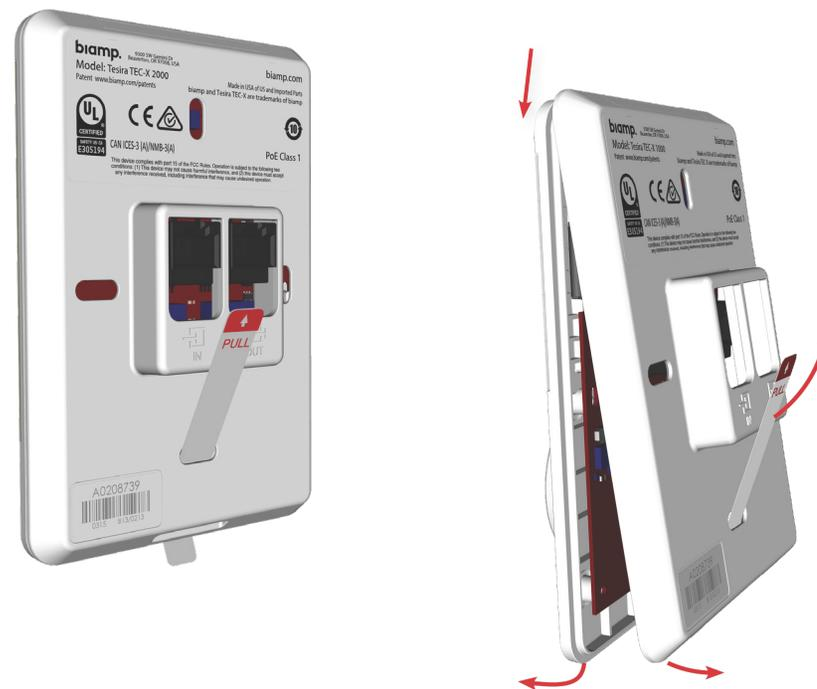

図 2. フロントパネルをバックプレートから分離する
1. 図 2 を参照してください。フロントパネルを下に引いてバックプレートから分離し、プルタブを取り外します。